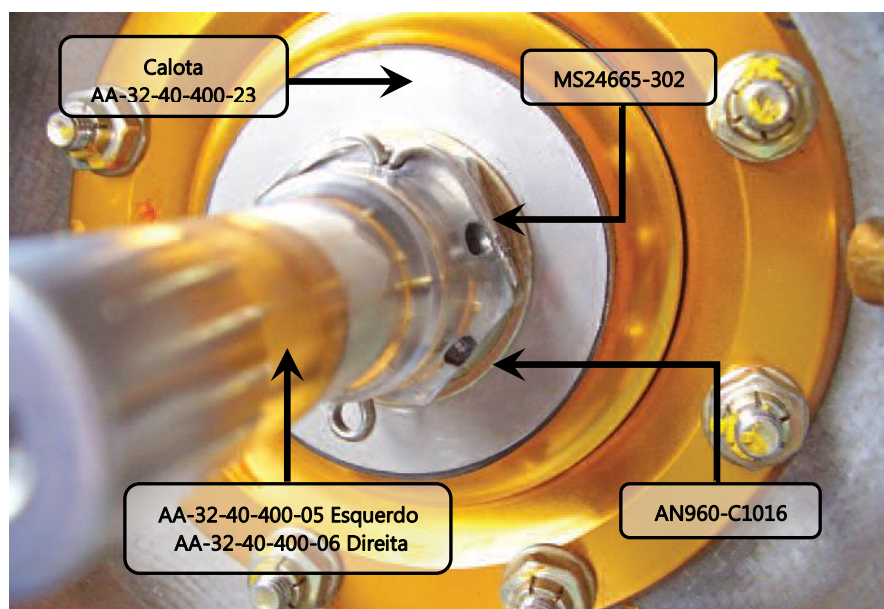

Figura 32.40.3 – Elementos da fixação da roda.
4. Remover o contra-pino MS24665-302 da Porca da Roda (Esquerda AA-32-10-400-05 e Direita AA-32-10-400-06) mostrado na figura 32.40.3. Utilizar um alicate de bico;
6. Remover a porca (AA-32-40-400-05 esquerdo ou AA-32-40-400-06 direito) mostrado na figura 32.40.3 com uma chave combinada de 1";